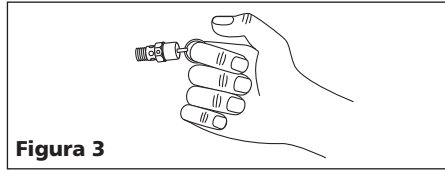

Figura 3
- Usando gafas de protección, tire del anillo de la válvula de seguridad (vea la Figura 3) para liberar la presión del tanque del compresor. Use su otra mano para desviar el aire que se mueve a gran velocidad y evitar que le dé en el rostro.